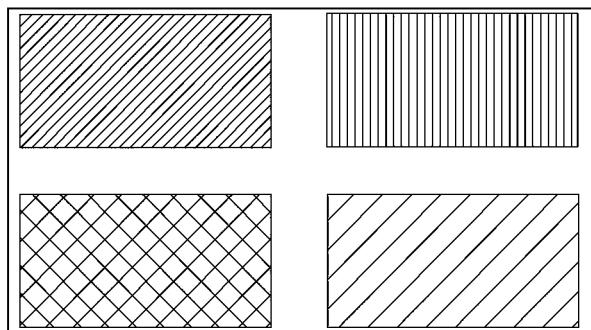

图 8-32 图案填充设置练习
- 1) 练习图案填充设置，根据如图 8-32 所示图形进行图案选择、方向、比例、双向、关联等设置练习。